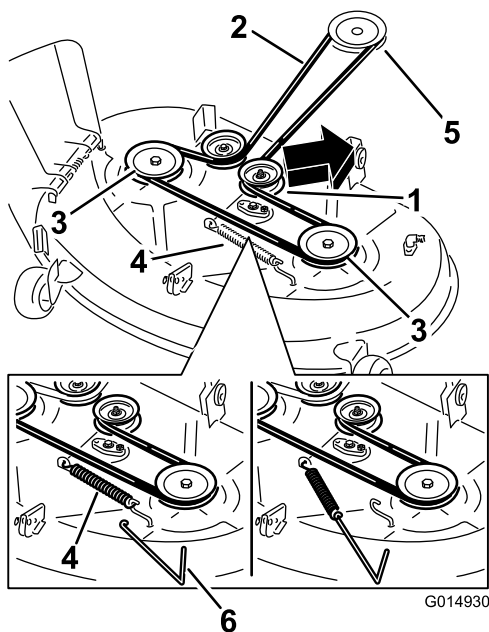
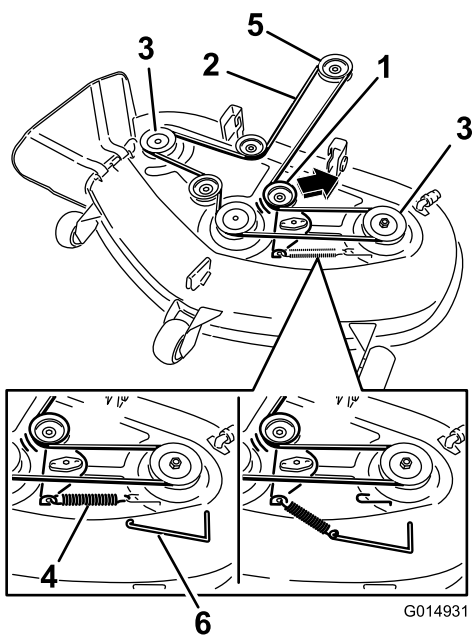

Figura 65
Figura 66
4. Usando una herramienta para la retirada de muelles (Pieza Toro N° 92-5771), retire el muelle tensor del gancho de la carcasa para eliminar la tensión de la polea tensora, y retire la correa de las poleas (Figura 65 y Figura 66).
5. Pase la correa nueva alrededor de las poleas del motor y del cortacésped (Figura 66).
6. Usando una herramienta para la retirada de muelles (Pieza Toro N° 92-5771), instale el muelle tensor sobre el gancho de la carcasa y tense la polea tensora y la correa (Figura 65 y Figura 66).